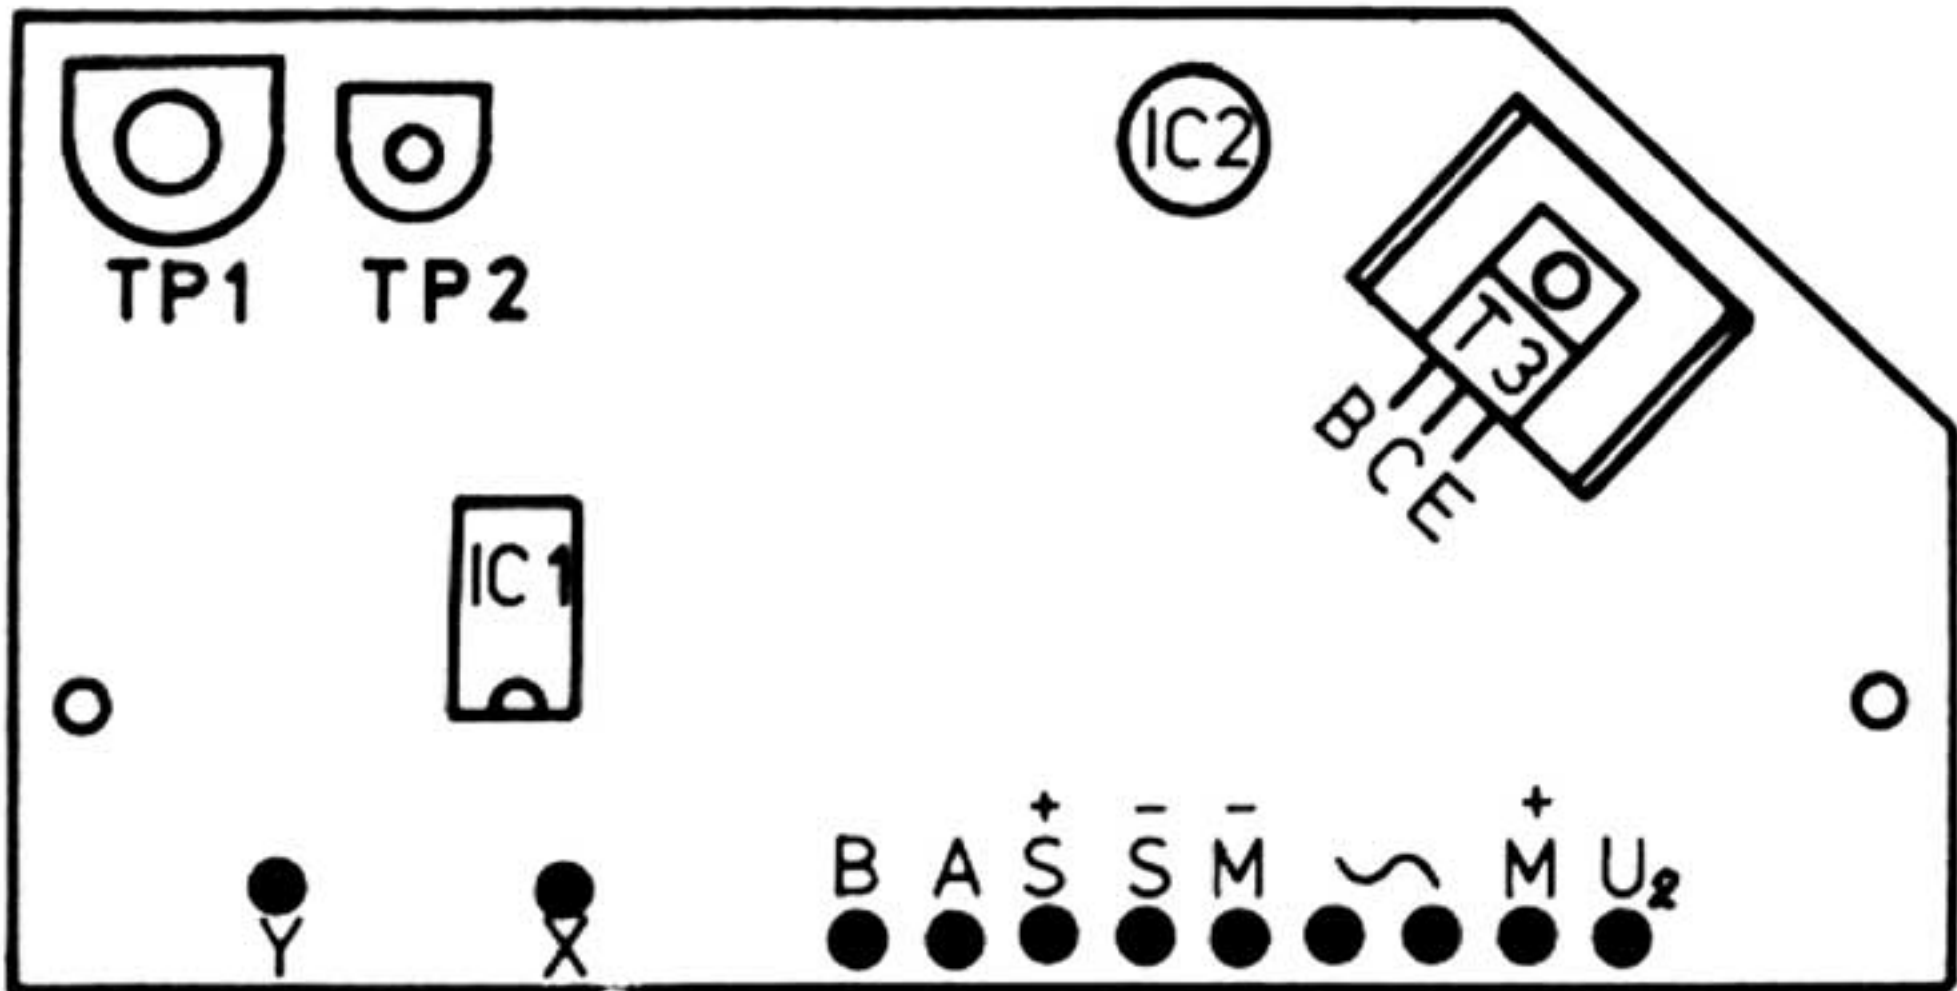

Bild 2
Im Fall A das Trimpotentiometer TP 1 (Bild 2) von unten um etwa 90 ° bis 120 ° im Gegenuhrzeigersinn drehen, das Gerät einschalten und TP 1 langsam im Uhrzeigersinn verstellen, bis das Gerät ausschaltet.
- Neueinstellung:** Voltmeter anschliessen, Minuspol an M—, Pluspol an X auf der Printplatte. Gerät einschalten (Drehzahl 33 1/3 [min.⁻¹]). Tonarm auf Anfang des Feldes mit Auslaufrillen-Steigung 1,6 mm (Lenco-Prüfplatte 722, Seite A) aufsetzen. Stellt das Gerät nach einigen Umdrehungen ab, TP 2, (Bild 2) im Gegenuhrzeigersinn verstellen und Vorgang wiederholen. Der Tonarm bewegt sich nun über das ganze Auslaufrillenband. Dabei Voltmeter beobachten und höchste angezeigte Spannung ablesen (zirka 0,8 bis 2,2 Volt).
Nun Plusklemme des Voltmeters von Punkt X auf Punkt Y legen (Bild 2). Gerät einschalten, Tonarm auf der Stütze. Mit TP 2 (Bild 2) eine um 0,5 Volt höhere Spannung, als an Punkt X abgelesen, einstellen, d. h. etwa 1,3 bis 2,7 Volt. Anschliessend Kontrolle nach a und b wiederholen.